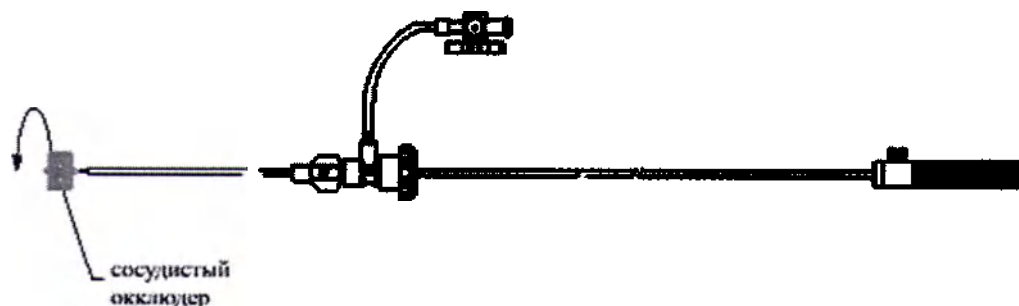
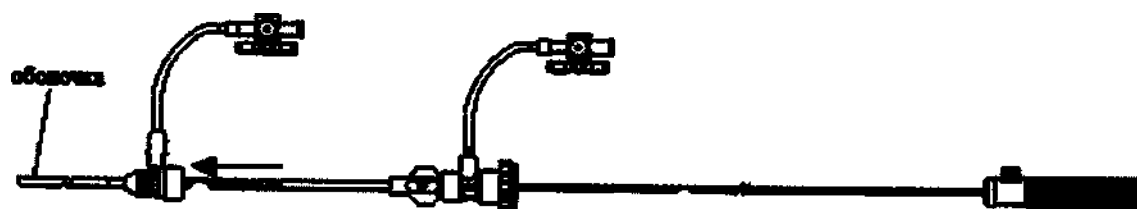

Рис. 17. Соединение доставляющего кабеля с окклюдером
Рис. 21. Вставить загрузчик, окклюдер и доставляющий кабель в оболочку.
- Соединить доставляющий кабель с окклюдером с помощью микровинта (как показано на рис. 17). Погрузить окклюдер в гепаринизированный физиологический раствор и вставить окклюдер в загрузчик (как показано на рис. 18 и 19). Промыть загрузчик через запорный кран гемостатического клапана для удаления воздуха и плотно прикрутить гемостатический клапан. Затем вставить загрузчик с окклюдером и доставляющим кабелем в оболочку (как показано на рис. 21), при этом продолжая промывать загрузчик.